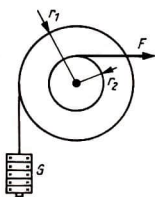

Bild 29
- 3.58 Ein Spanndraht wird dadurch straff gehalten, daß er nach Bild 29 an einer durch schwere Betonklötze belasteten Rolle befestigt wird. Berechnen Sie allgemein die Zugkraft, die auf den Spanndraht ausgeübt wird.